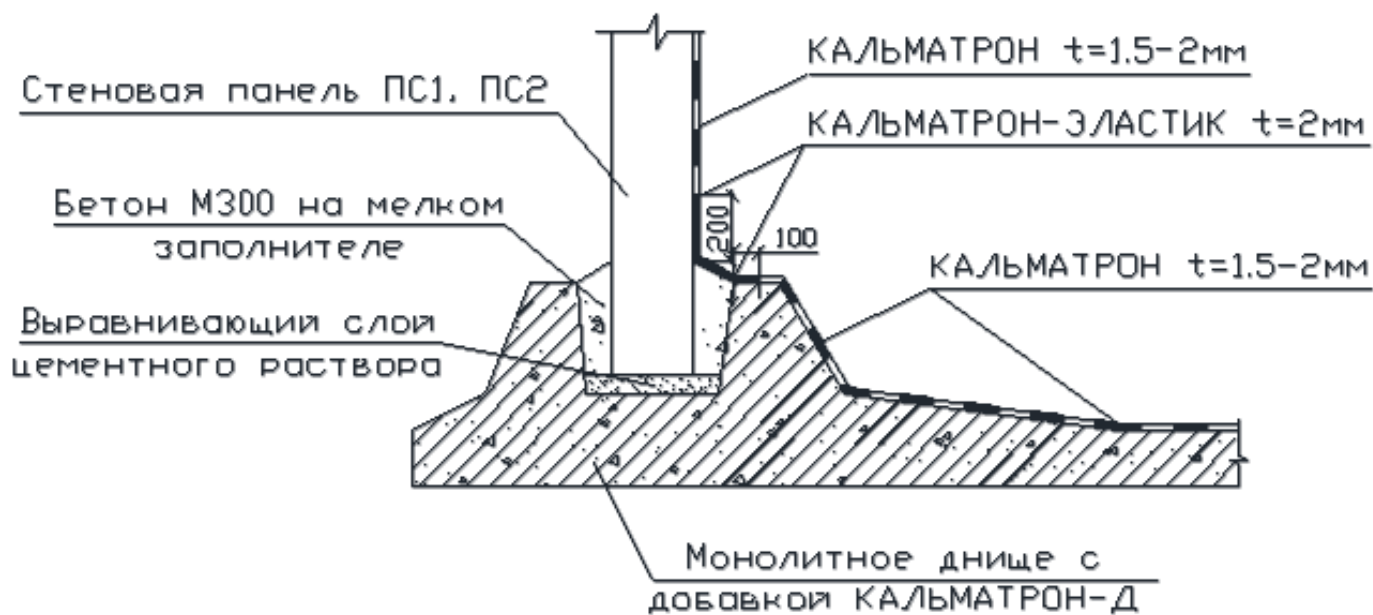

Рис. 2.2.5 Стык стеновых панелей с монолитным днищем резервуара
- Б. Стыки замоноличенных участков примыканий стеновых панелей и пазов днища (рис. 2.2.5)
Металлическими щетками «зачистить» замоноличенные стыки, также обработать на всю длину участки с отступом от края железобетонных элементов на 150-200 мм (см. рис.2.2.5). Увлажнить подготовленные участки водой.